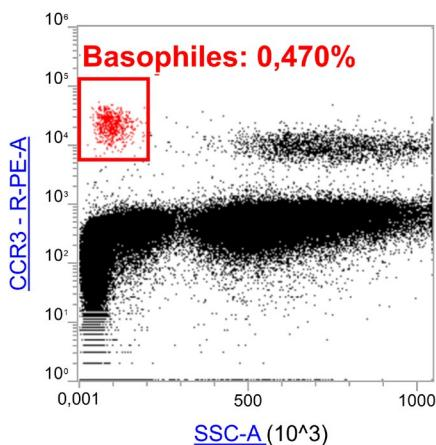

Figure 2 : Sélection des cellules basophiles CCR3^{pos}/SSC^{bas}
2. Créer l'histogramme 2 de CCR3-PE en fonction de la diffusion latérale (SSC) comme indiqué sur la Figure 2. Définir une fenêtre d'intérêt (p. ex. basophiles) incluant la totalité de la population de basophiles en tant que $CCR3^{pos}$ et SSC^{bas} comme indiqué par le filtre rectangulaire sur la Figure 2. Les éosinophiles, qui sont également $CCR3^{pos}$, doivent être exclus du fait de leur SSC élevée.
Acquérir 500 cellules basophiles ou plus pour chacun des tubes de stimulation (sélectionnés comme indiqué dans l'histogramme 2, Figure 2 ci-dessous). Si l'acquisition comporte moins de 300 cellules basophiles (p. ex. en cas de basopénie), les résultats des tests ne peuvent pas être interprétés.